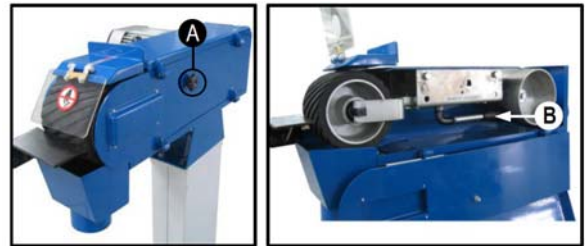

Fig.5: Cambio de la banda de lijado
Afloje el tornillo de fijación (A) Fig. 5 y abra completamente la cubierta lateral, incluidas las superficies de esmerilado planas. Ahora afloje la tensión de la cinta lijadora con la palanca tensora (B) Fig.5. Retire con cuidado la cinta de lijar vieja. Tire de la nueva cinta de lijar y alinéela. Final